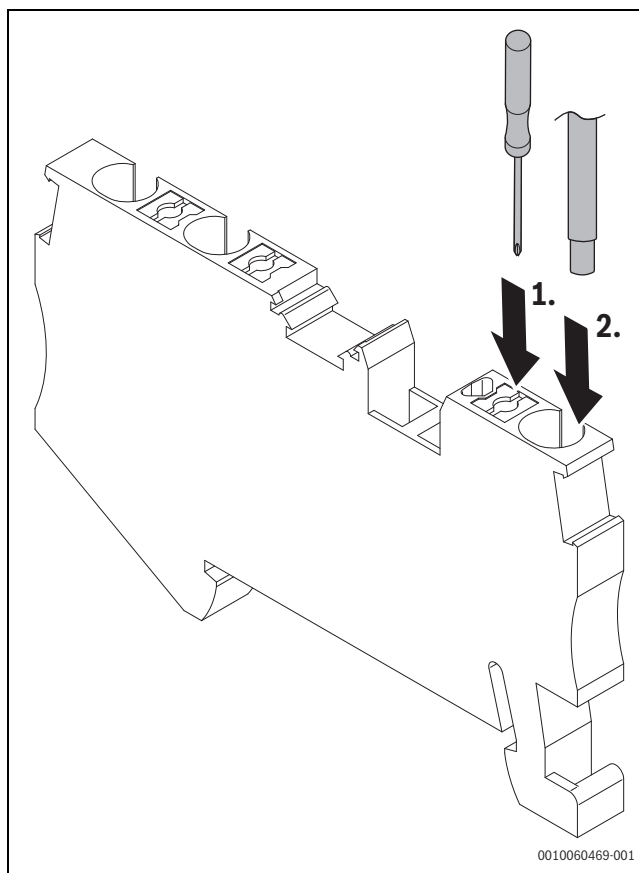

Fig. 35 Raccordement du câble d'alimentation
- Raccorder le câble comme illustré à la → Figure 35.